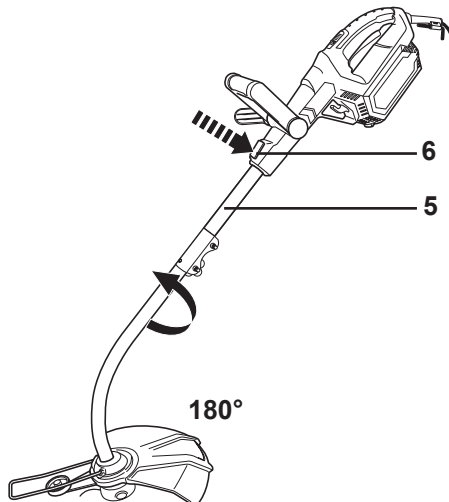

Fig. 15
3. Apriete el botón de bloqueo (6) y manténgalo en esa posición (Fig. 15, paso 1).
4. Gire el tubo (5) 180° hasta la posición deseada (Fig. 15, paso 2).
5. Suelte el botón de bloqueo (6) y siga girando el tubo (5) hasta que quede bloqueado en su lugar.